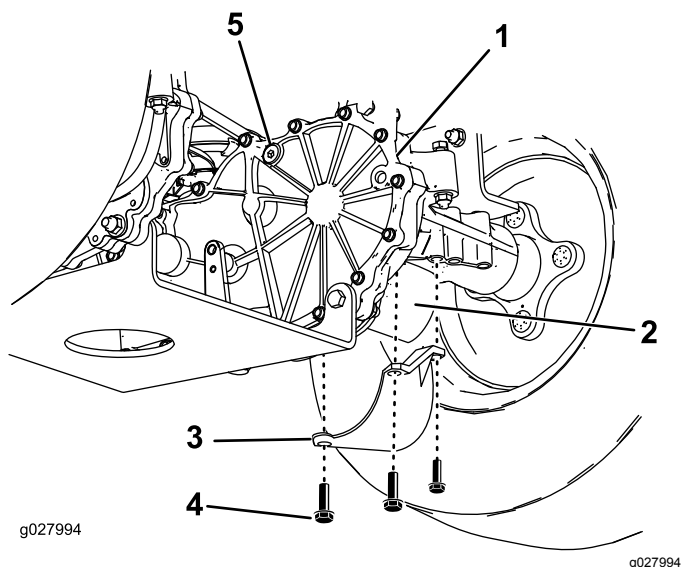

Figura 46
3. Localice el filtro y el protector del filtro en el sistema de transmisión de cada transeje (Figura 46). Retire los tres tornillos que sujetan el protector del filtro, y retire el protector.